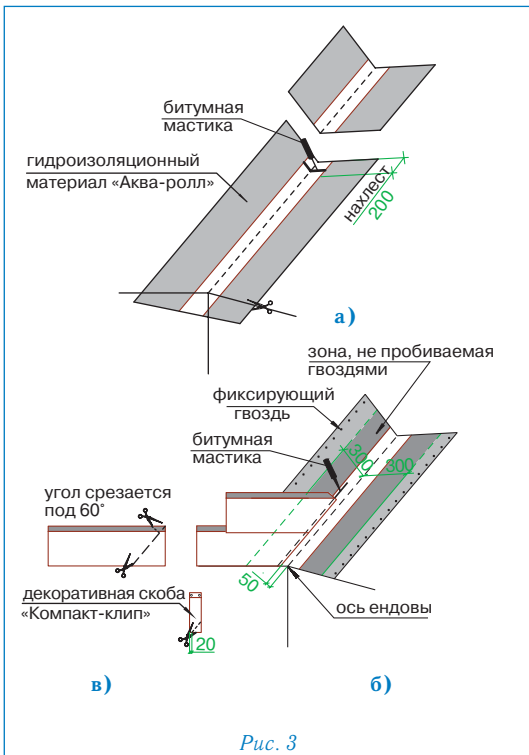

Рис. 3
Ендова (рис. 3)
- ровно по центру ендовы расстилается специальный рулонный материал «Аква-ролл», фиксируется в верхней части двумя гвоздями и обрезается в нижней части по линии карниза (рис. 3а);
2. «Аква-ролл» укладывается с нахлестом 20 см, место нахлеста тщательно обрабатывается битумной мастикой (рис. 3а).
- непосредственно перед укладкой в ендову черепицы, защитная пленка с лицевой стороны «Аква-ролла» снимается и на самоклеящуюся поверхность укладываются листы черепицы, обрезанные в соответствии с заранее отбитыми линиями (рис. 3б).
Внимание: 1. Необходимо также подрезать верхний уголок обрезанного края листа (см. рис. 3в) для правильного стока воды.
2. Крепление обрезанного листа к медной части «Аква-ролла» осуществляется при помощи сплошной полосы битумной мастики (рис. 3б).
4. В случае, если скоба «Компакт-клип» приходится на место обреза листа, можно либо обрезать накладку, оставив минимум 2 см в нижней части (рис. 3в), либо произвести укладку листов без использования накладки.